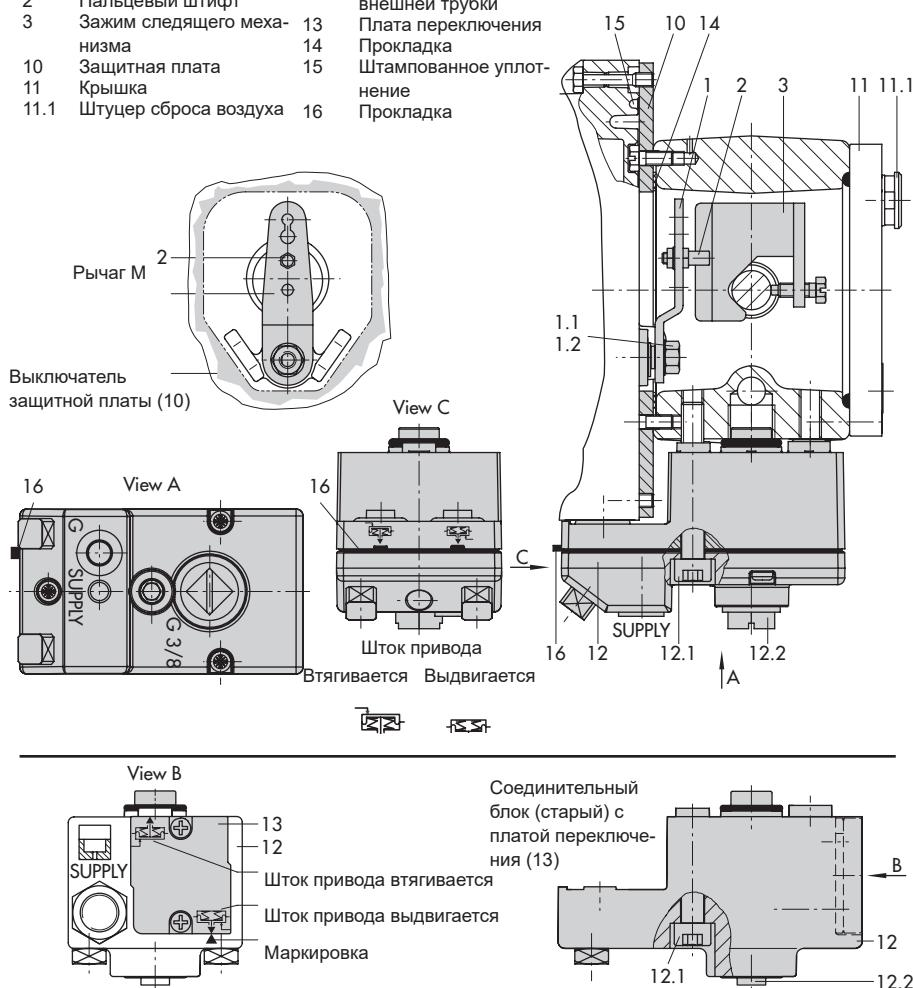

Рис. 7: Прямой монтаж – Соединение управляющего давления для привода Тип 3277 пло-щадью 175 ... 750 см²
Привод 175 ... 750 см² (см. Рис. 7)
2. Защитную плату (10) узкой стороной выреза (Рис. 7, слева) зафиксируйте в направлении соединения управляющего давления. Прокладка (14) должна указывать в сторону рамы привода.
3. У приводов 355/700/750 см² на рычаге М (1) с обратной стороны позиционера извлеките пальцевый штифт (2) из положения 35, вставьте в отверстие для положения 50 и зафиксируйте.
4. Вставьте штампованные уплотнение (15) в паз корпуса позиционера.
5. Установите позиционер на защитную плату таким образом, чтобы пальцевый штифт (2) укладывался на верхней стороне зажима следящего механизма (3). Отрегулируйте рычаг (1) соответствующим образом и удерживайте вал позиционера при открытой крышке за поворотно-нажимную кнопку или за колпачок. Рычаг (1) при усилии пружин должен укладываться на зажим следящего механизма. Зафиксируйте позиционер двумя крепежными болтами на защитной плате (10).
6. Проверьте, установлен ли выступ уплотнения (16) сбоку на соединительном блоке таким образом, чтобы символ привода для "Шток привода выдвигается" или "Шток привода втягивается" совпадал с исполнением привода. В ином случае необходимо удалить три крепежных болта, снять плату и заново уложить уплотнение (16) в перевернутом на 180° положении. Для старого соединительного блока (Рис. 7, снизу) поверните плату переключения (13) таким образом, чтобы соответ-